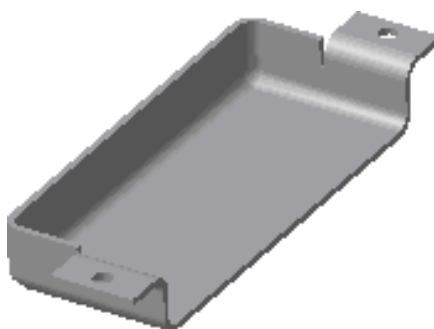

Рис. 1
**Задание.** Создать трехмерную модель корпусной детали (рис. 1)